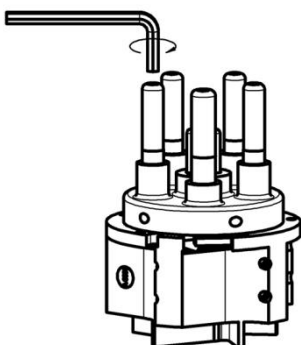

Abb. 68: Kontaktstift lösen
1. Kontaktstift mit Innensechskantschlüssel aus der Halterung lösen und entfernen (Abb. 68).